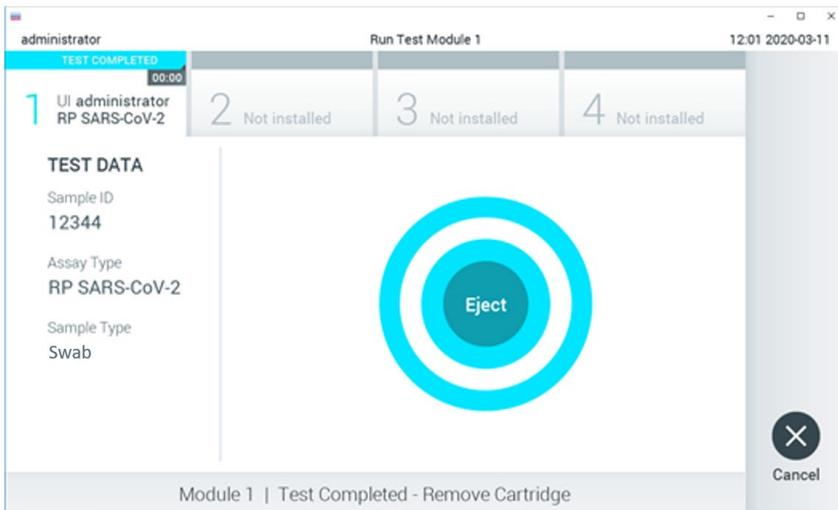

Abbildung 16. Anzeige des Bildschirms EJECT (AUSWERFEN).
14. Nachdem der Testlauf abgeschlossen ist, erscheint der Bildschirm Eject (Auswerfen) (Abbildung 16) und in der Modulstatusleiste wird das Testergebnis als eine der folgenden Optionen angezeigt: